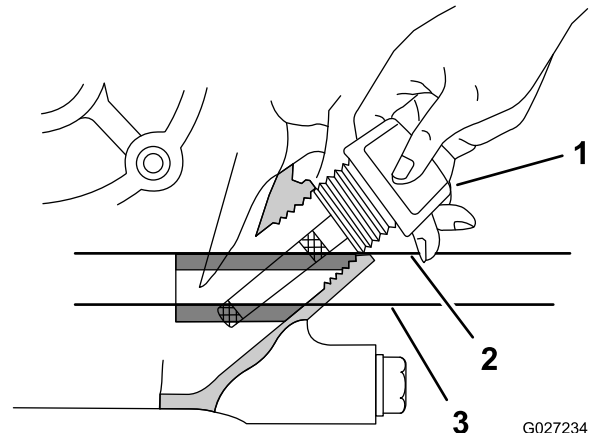

Figura 17
3. Inserte la varilla del motor, tal y como se muestra en la Figura 17.
6. Apriete a mano la varilla en el cuello de llenado (Figura 17).